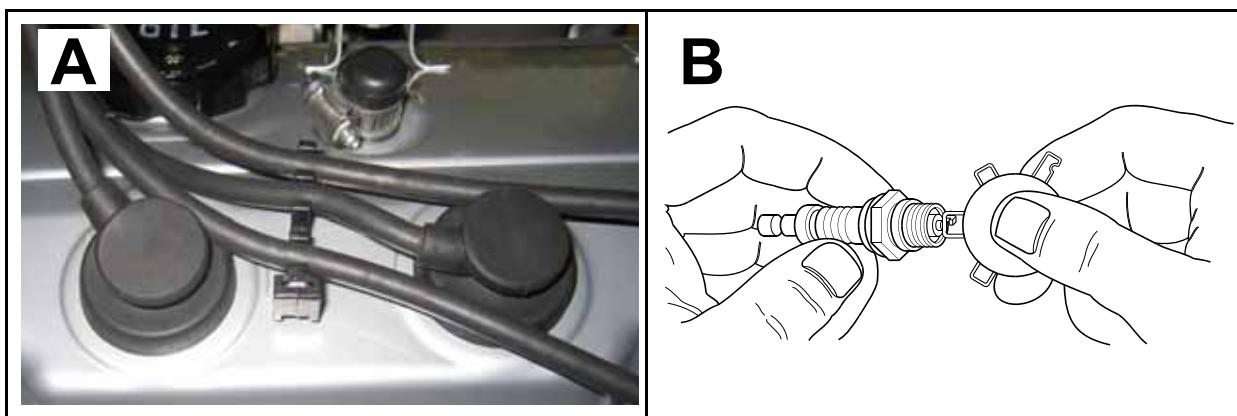

Рис. 5-15. Регулировка зазора свечей зажигания
2. Отсоедините кабели от клемм свечи зажигания. См. пункт «A» на Рис. 5-15
7. См. пункт «В» на Рис. 5-15. Проверьте зазор между свечами зажигания с помощью проволочного калибра толщины. Отрегулируйте зазор, осторожно согнув электрод заземления, согласно указанному ниже.